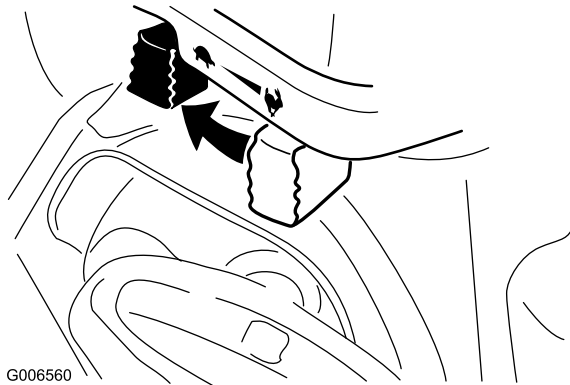

Figure 26
1. Déplacez la commande d'accélérateur en position BAS RÉGIME, puis en position ARRÊT (Figure 26).